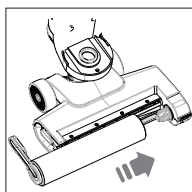

Fig. 16 – Insérer le rouleau en microfibrilles
- ▶ Placez le rouleau en microfibrilles en commençant par le côté droit sur le porte-rouleau. Tournez la languette de verrouillage de manière à ce qu'elle s'enclenche dans l'évidement du pied de nettoyage (**voir Fig. 16**).